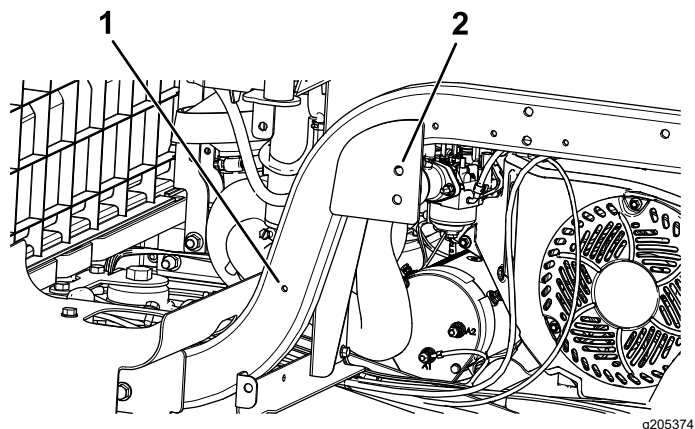

Рисунок 20
- Совместите кронштейн ROPS с 2 отверстиями позади основания сиденья и отверстием впереди балки рамы, как показано на Рисунок 20.
3. Разметьте расположение отверстий на кронштейне ROPS (Рисунок 20).